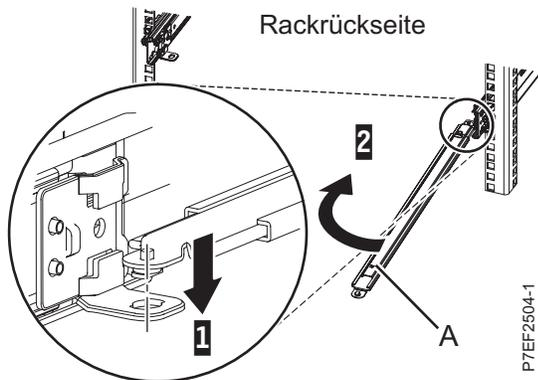

Abbildung 12. Stützarmanschluss
1. Der Kabelträger muss von der Rückseite des Servers gesehen an der rechten Seite des Servers installiert werden, wie in Abb. 12 auf Seite 11 dargestellt. Schließen Sie das eine Ende des Stützarms (**A**) an die rechte Schiene (**1**) an, damit Sie das andere Ende des Stützarms zur linken Seite des Racks (**2**) schwenken können.